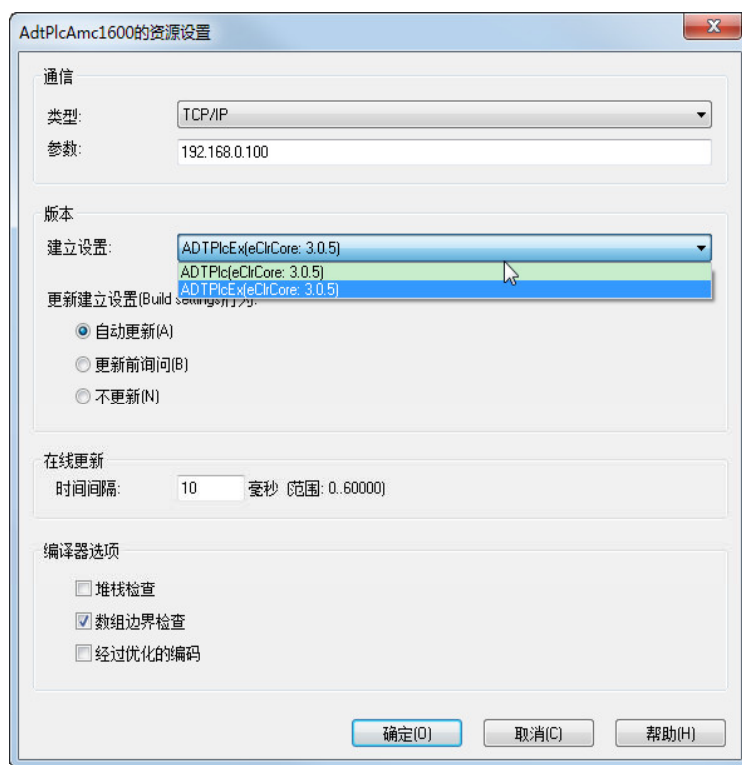

图 9 PLC版本
1) PLC的资源在内部按地址进行区分，本地输入和输出所占地址区间，依据不同的PLC内核，如图9所示，占用的地址空间也不一样。